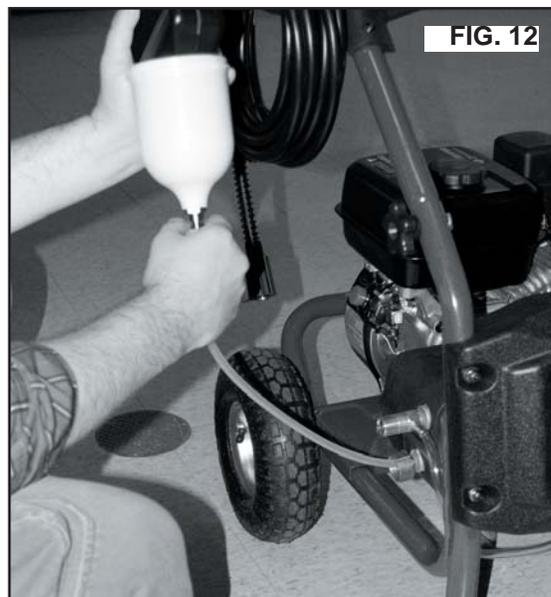

FIG. 12
4. **Ajouter de l'antigel pour véhicule récréatif** ou du liquide lave-glace comme indiqué. (Fig. 12)